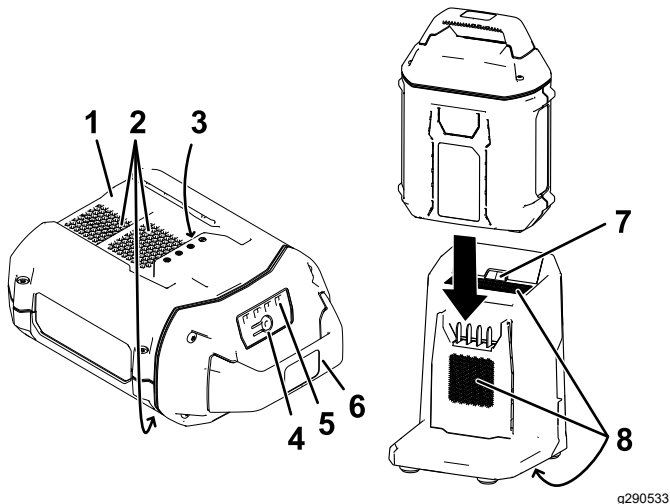

Figura 23
2. Allineate la cavità nel pacco batteria (Figura 23) con la linguetta sul caricabatterie.
3. Fate scorrere il pacco batteria nel caricabatteria fino a quando non è completamente in sede (Figura 23).